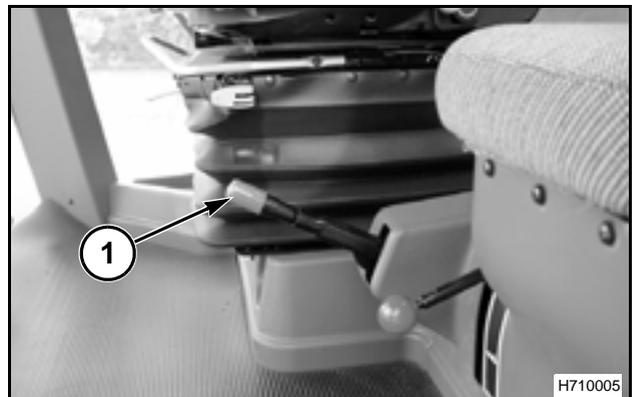

FIG. 32
FIG. 32: La palanca de control de frenos de estacionamiento (1) bloquea el freno de estacionamiento cuando se la aplica. La palanca de control se ubica del lado izquierdo del asiento del operador.